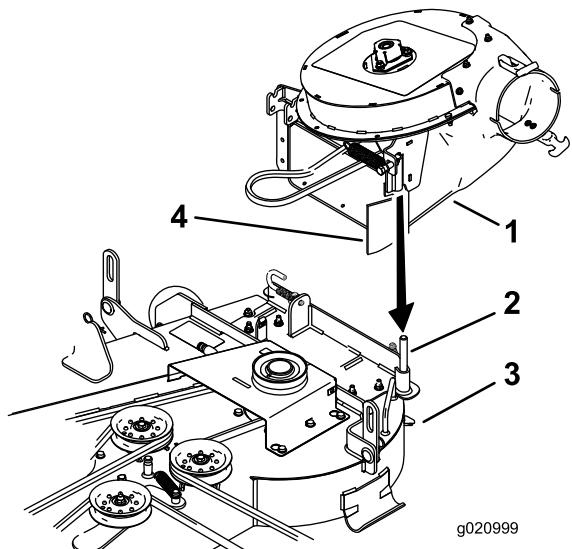

Figura 15
- Baje el soplador, situando el taladro de giro sobre el pivote de giro (Figura 15).
Nota: Asegúrese de que la correa permanece sobre la polea del soplador, y que la trampilla de goma del soplador permanece en el exterior de la carcasa de corte (Figura 15).